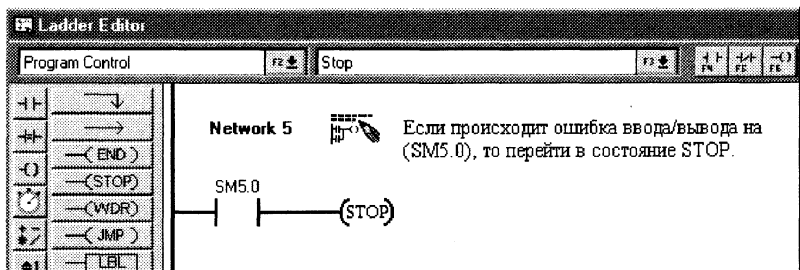

Рис. 3.22
CPU не переходит в STOP, когда обнаруживается незначительная ошибка. Он отмечает эти события в специальных маркерах (SM) и продолжает обработку программы. Однако можно написать программу таким образом, что при появлении незначительной ошибки происходит принудительный переход в режим работы STOP. На рис.3.22 показан сегмент программы, которая контролирует специальный маркер. Операция переводит CPU в режим работы STOP, когда обнаруживается ошибка ввода/ вывода.